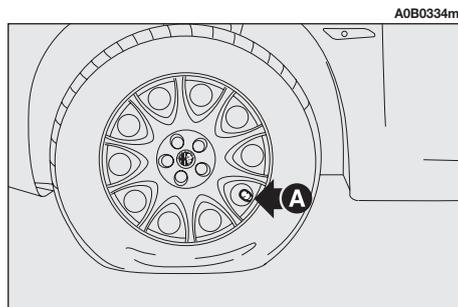

fig. 13
**1)** Posizionare la ruota per l'intervento con la valvola (**A-fig. 13**) rivolta come illustrato in figura, **dopodiché azionare il freno a mano.**